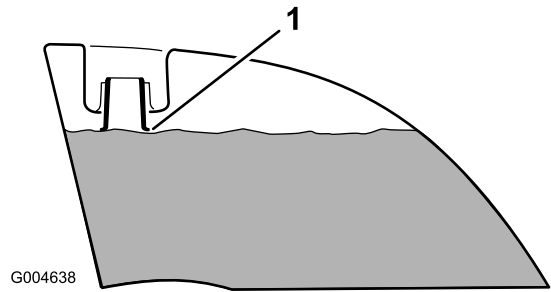

Bild 12
4. Füllen Sie beide Kraftstofftanks auf, bis der Stand an der Unterkante des Einfüllstutzens liegt (Bild 12). Überfüllen Sie die Kraftstofftanks nicht.